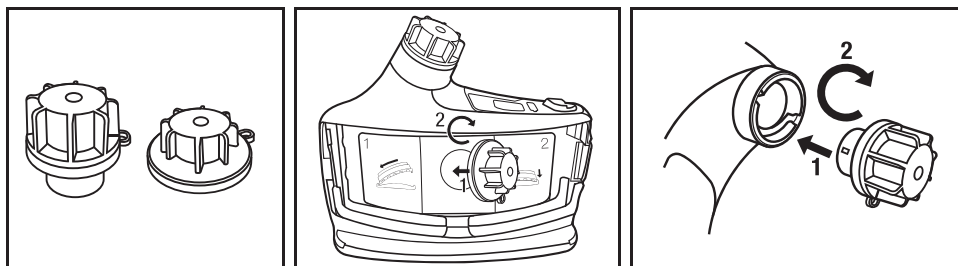

Fig. 16 Pose des couvercles de nettoyage et d'entreposage du souffleur à moteur
- Si un nettoyage additionnel est requis, retirer le filtre ou la cartouche et le tuyau de respiration. Pour que le moins de matière possible tombe dans le souffleur à moteur, enlever le tuyau de respiration (Fig. 12) et le filtre ou la cartouche (Fig. 6) lorsqu'ils sont tournés vers le bas. Retirer la pile. Poser les obturateurs de nettoyage et d'entreposage dans les orifices d'entrée et de sortie (trousse de nettoyage et d'entreposage TR-653 3M^{MC}) sur le respirateur TR-600 (Fig. 16). Le respirateur TR-600 peut alors être rincé sous l'eau courante, immergé ou mis dans une machine à laver pour respirateurs pour un nettoyage plus en profondeur. La température de l'eau ne doit pas dépasser 50°C (122°F). S'assurer, avant chaque utilisation, que les joints d'étanchéité des obturateurs ne sont pas usés ou endommagés. Remplacer les joints d'étanchéité usés ou endommagés. Le fait de laver le respirateur TR-600 lorsque les joints d'étanchéité des obturateurs sont endommagés peut le détériorer et annuler la garantie. Ne pas immerger ni mettre dans une machine à laver les souffleurs qui sont tombés par terre ou qui ont été endommagés. **REMARQUE :** Remplacer les joints d'étanchéité toutes les 30 utilisations ou annuellement, selon la première éventualité, afin de réduire l'utilisation de joints d'étanchéités usés.